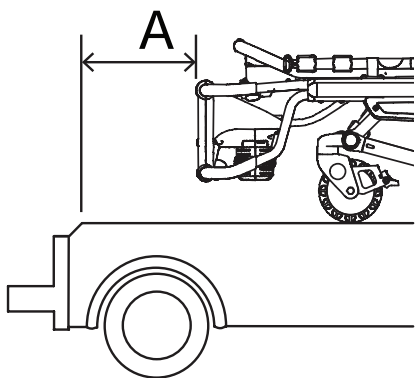

Рисунок 4 – Расстояние от порога до каталки (А)
1. Выберите расстояние от порога до каталки (A) (Рисунок 4).
2. С помощью нижеприведенной таблицы выберите раздел, соответствующий расстоянию от порога до каталки (A).